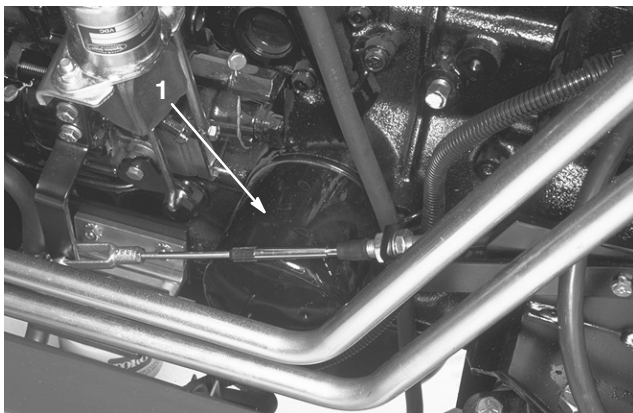

Bild 38
3. Entfernen Sie die Ablassschraube und lassen Sie das Öl in die Auffangwanne ab. Nehmen Sie den Ölfilter heraus und wechseln Sie ihn aus (Bild 38). Die Bestellnummer finden Sie im Ersatzteilkatalog. Schmieren Sie den O-Ring des Filters mit Öl ein. Weitere Angaben zum Anziehen des Filters finden Sie in der Bedienungsanleitung für den Motor.